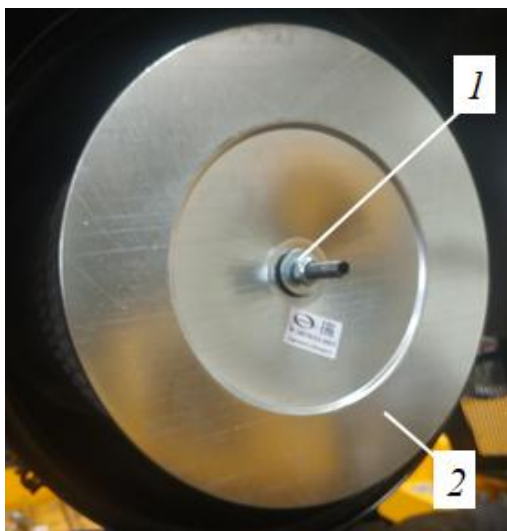

Рисунок 5.26. Извлечение основного
- ▶ Используя ключ (S=17), открутить гайку крепления фильтра 1 и извлечь из корпуса основной фильтр 2, рис. 5.26.